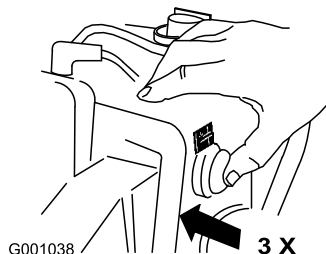

Bild 25
6. Drücken Sie die Kaltstarthilfe dreimal kräftig mit dem Daumen, halten Sie die Kaltstarthilfe jeweils für eine Sekunde gedrückt (Bild 25).